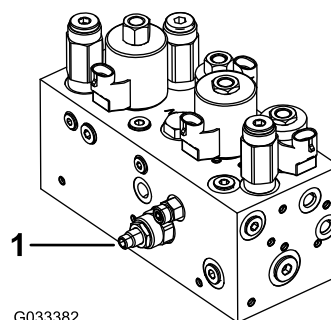

図 48
本機のカッティングユニット昇降回路にはフローコントロールバルブ 図 48 がついています。このバルブは出荷時に約3回転の開度に調整されていますが、作動油の温度、作業速度などにより調整が必要になる場合があります。以下の手順で調整します
1. 運転席を上げ、センタープルフレーム用フローコントロールバルブ 図 48 を露出させる。バルブは油圧マニホールドの側面についている。